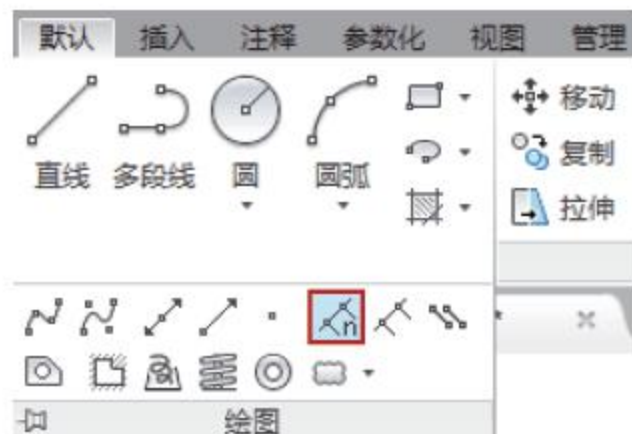

图3-119 单击按钮
- 功能区：在【默认】选项卡中，单击【绘图】面板中的【定数等分】按钮，如图3-119所示。